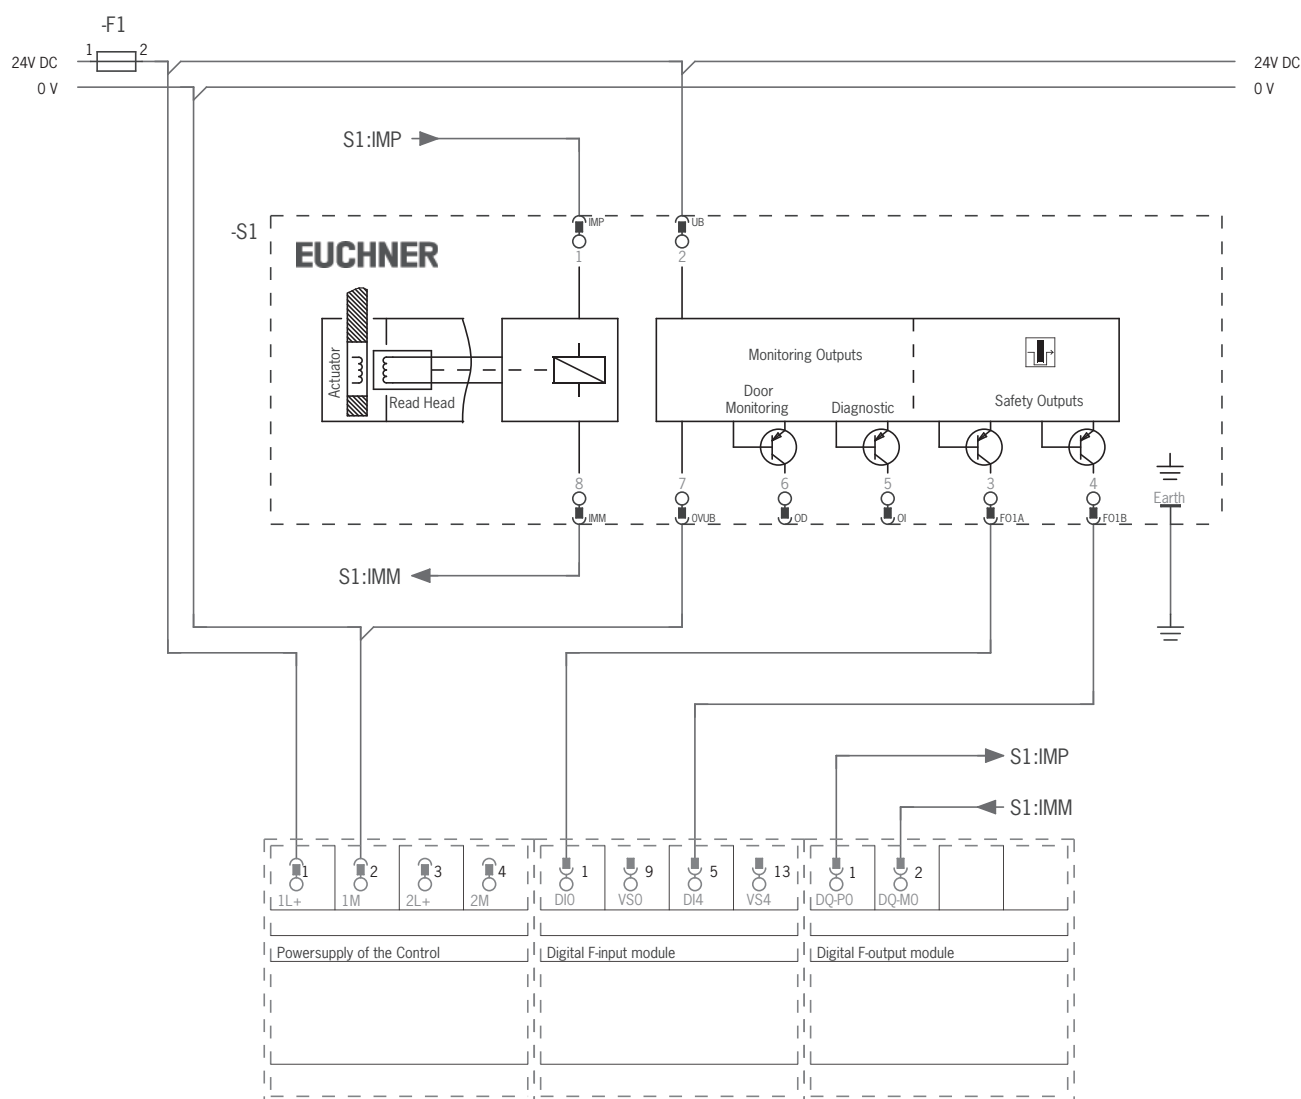

Fig. 4: Esempio per il collegamento su ET200
- Con il comando a due canali della tensione del magnete attraverso le uscite sicure di un sistema di controllo, tener conto dei seguenti punti (vedere anche la Fig. 4 a pagina 20):